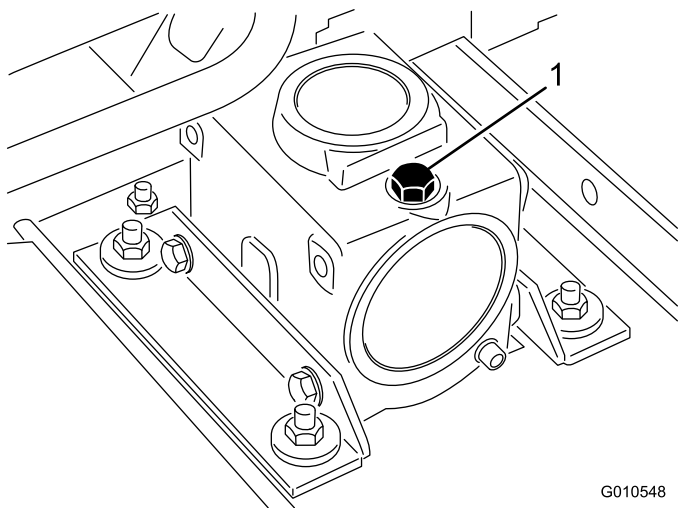

Bild 23
2. Stellen Sie die Zugmaschine und das Mähwerk auf eine ebene Fläche und senken Sie die Mähwerke ab. Nehmen Sie den Ölpeilstab bzw. die Ablassschraube oben am Getriebe ab (Bild 23) und stellen Sie sicher, dass der Schmiermittelstand zwischen den Marken am Peilstab liegt. Wenn der Schmiermittelstand niedrig ist, füllen Sie SAE 80-90wt. Schmiermittel ein, bis der Stand zwischen den Marken liegt. Das Getriebe fasst 283 ml.